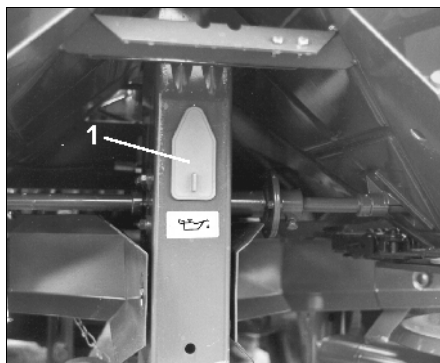

Fig. 57
- Aksel for røremekanisme – rengjør drivkjeden og smør den inn med fett (Fig. 57/1).